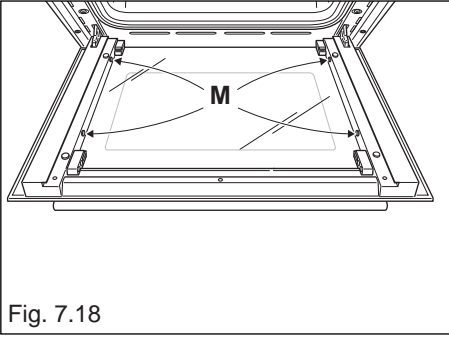

Fig. 7.18
- Vérifiez que les quatre patins en caoutchouc "M" sont en place (fig. 7.18).